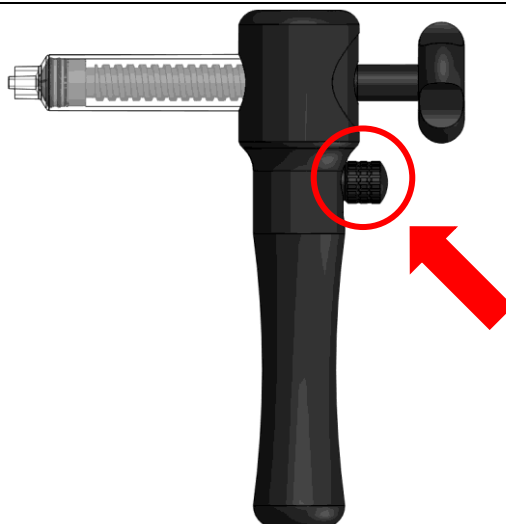

Figura 01: Imagem ilustrativa do Pino de Segurança da Pistola.
**ATENÇÃO:** Antes de realizar a injeção do cimento ósseo, deve-se acionar o pino de segurança da pistola, localizado no corpo da pistola, conforme Figura 01. O pino deve ser rosqueado totalmente no corpo da pistola para que se evite possíveis deslizamento das roscas durante a injeção do cimento ósseo.